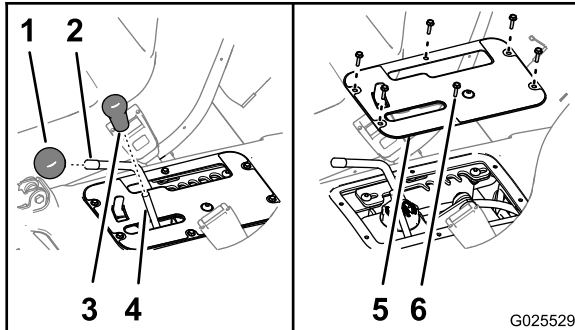

Figura 70
1. Retire los pomos de la palanca de elevación hidráulica y la palanca de intervalos de velocidad (Figura 70).
2. Retire los 6 tornillos de cabeza hexagonal con arandela prensada (#10 x 3/4 pulgada) que sujetan la tapa del panel de control a la base del asiento, y retire la tapa del panel (Figura 70).
6. Alinee los taladros de la tapa del panel de control con los taladros de la base del asiento (Figura 70).
7. Sujete la tapa a la base con los 6 tornillos de cabeza hexagonal con arandela prensada (Figura 70) que retiró en el paso 2.
8. Enrosque los pomos en las varillas de la palanca de elevación hidráulica y la palanca de intervalos de velocidad (Figura 70).
2. Retire los pomos de la palanca de elevación hidráulica y la palanca de intervalos de velocidad (Figura 70).
panel de control a la base del asiento, y retire la tapa del panel (Figura 70).
9. Alinee los taladros de la tapa del panel de control con los taladros de la base del asiento (Figura 70).
10. Sujete la tapa a la base con los 6 tornillos de cabeza hexagonal con arandela prensada (Figura 70) que retiró en el paso 3.
11. Enrosque los pomos en las varillas de la palanca de elevación hidráulica y la palanca de intervalos de velocidad (Figura 70).